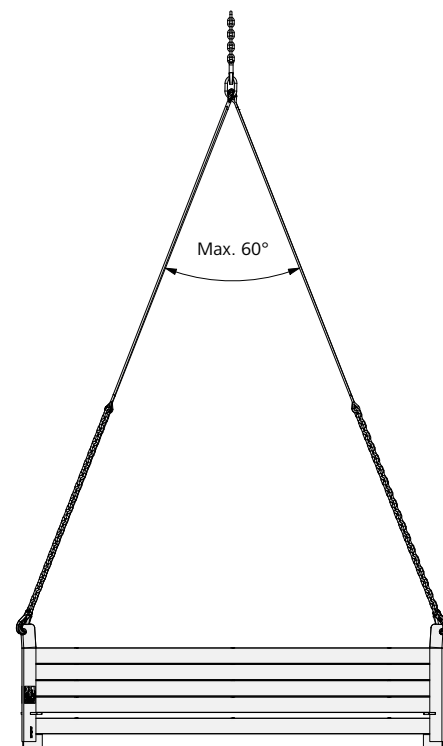

Fig. 75.4
- L'angle d'élingage ne doit jamais dépasser 60° (Fig. 75.4).